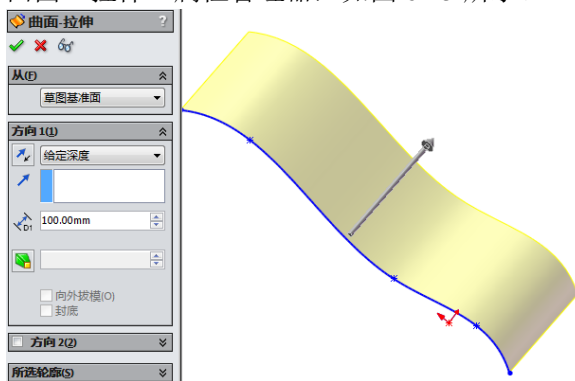

图 6-45 “曲面—拉伸”属性管理器
**03** 此时出现“曲面—拉伸”属性管理器，如图 6-45 所示。